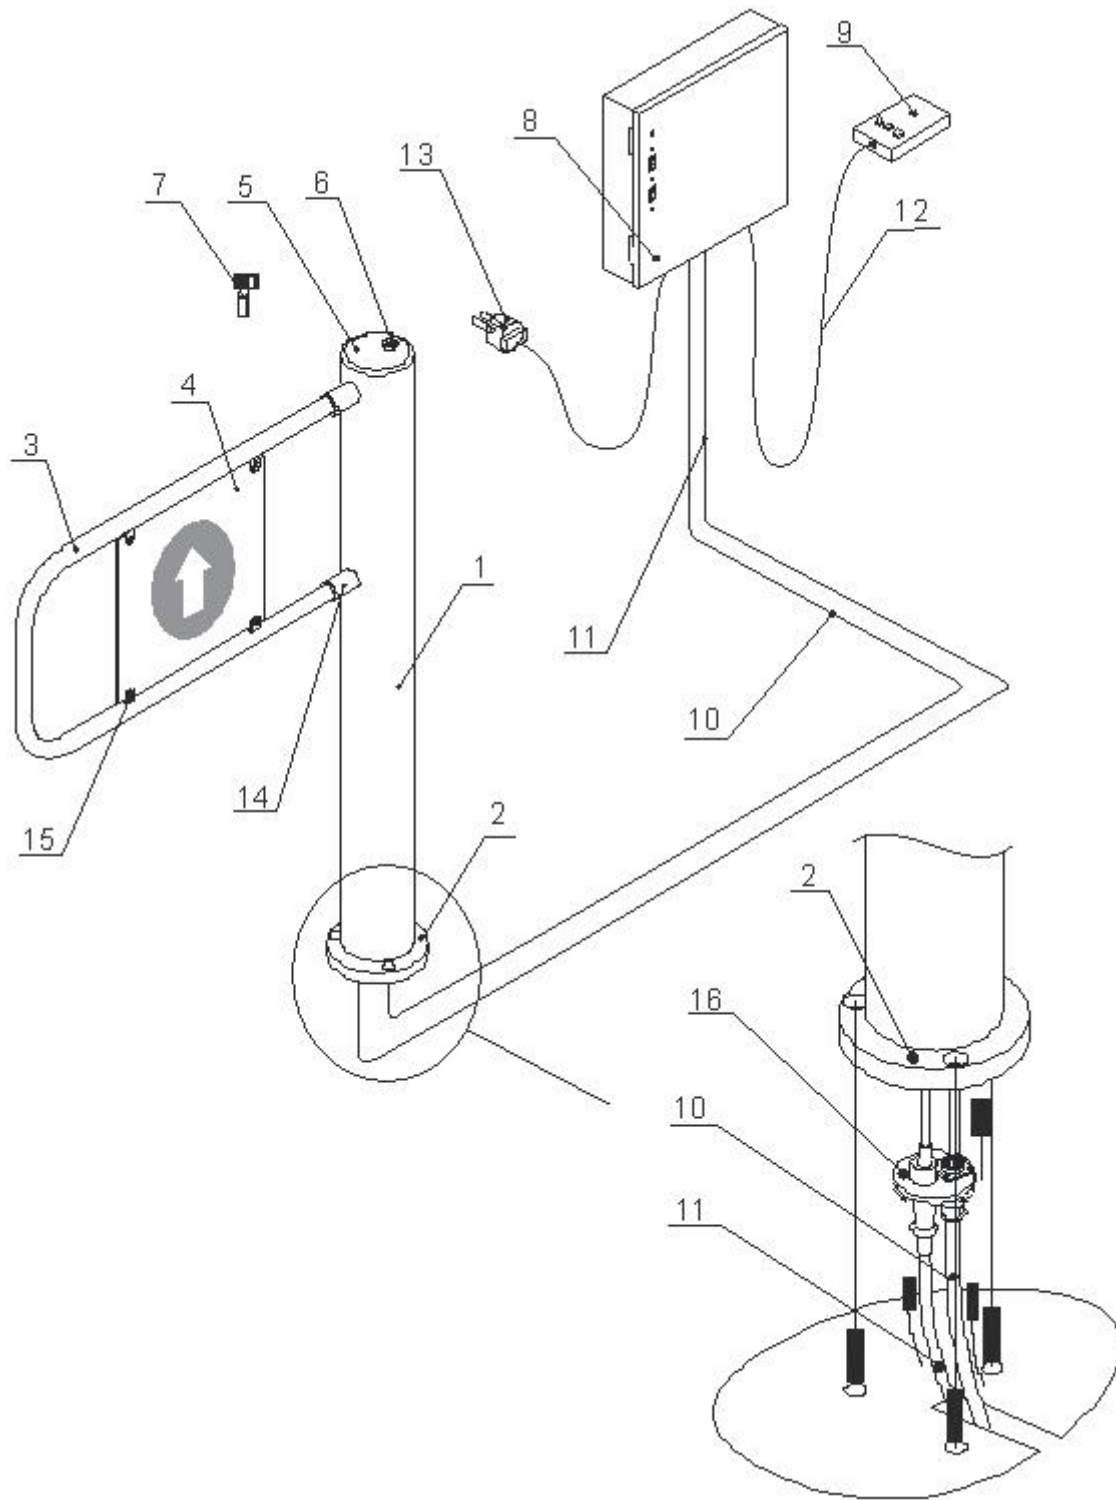

Рисунок 1 – Общий вид калитки
Пульт управления (9) выполнен в виде небольшого настольного прибора в корпусе из ударопрочного АБС пластика и предназначен для задания и индикации режимов работы при ручном управлении калиткой. Пульт управления (9) подключается к блоку управления (8) гибким многожильным кабелем (12) через кабельный ввод в нижней панели блока (см. рис. 3 и рис. 1А Приложения А).
Для режима «**Однократного прохода в заданном направлении**» предусмотрена возможность изменения времени ожидания прохода установкой перемычек на модуле процессорном (см. рис. 1А Приложение А1).
Вариант управления выбирается установкой перемычки на разъеме X5 на плате модуля процессорного (см. рис. 1А Приложение А).